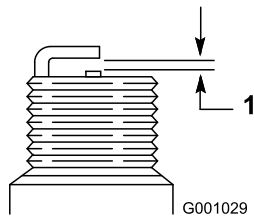

Figure 47
8. Réglez l'écartement des électrodes à 0,76 mm (0,030") (Figure 47).